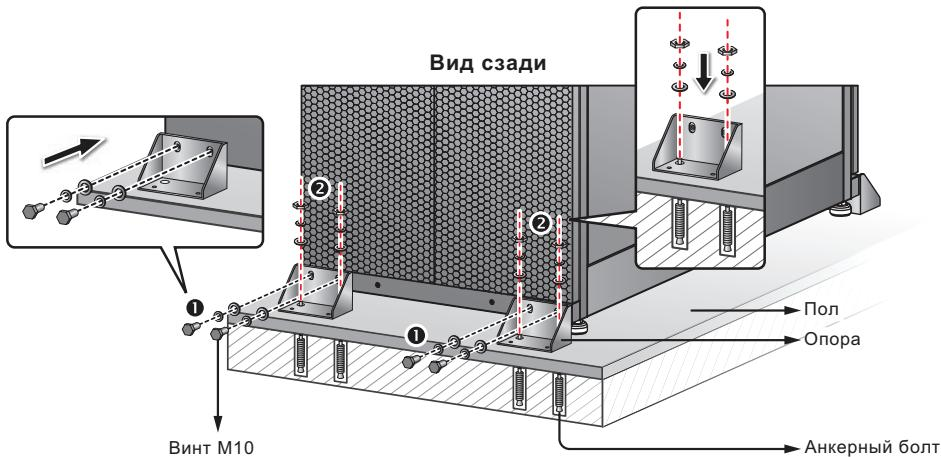

Рис. 5-3. Установка опор сзади
- 4** Торцевым ключом на 16 мм отверните 4 винта M10 **1** и снимите с поддона две опоры, фиксировавшие ИБП при транспортировке. Прикрепите две опоры этими винтами к ИБП сзади. Для фиксации ИБП прикрепите опоры к полу анкерными болтами **2** с гайками. Анкерные болты приобретаются отдельно. См. *Рис. 5-3*.